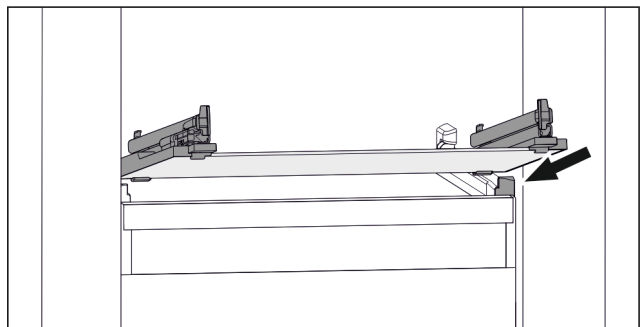

Fig. 119 Примерное отображение стеклянной пластины
- ▶ Наклоняя вниз, установите стеклянную пластину за опоры. (см. Fig. 119)